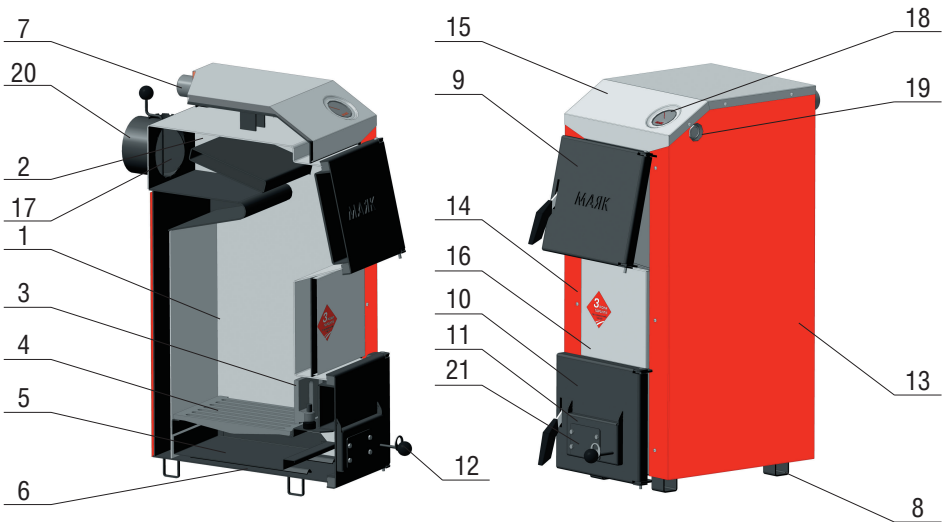

Рисунок 1. Котел опалювальний
Другу кінцівку ланцюжка просунути через отвір зачіпа на заслінці поз.11 (рис.1) та закріпити гачком за ланку ланцюжка. Перевірити можливість вільного руху важіля при повороті ручки управління (рисунок 8).
7.1.2. Коли розпалювальний матеріал розгориться, почати завантаження палива через завантажувальні дверцята. Щоб запобігти спіканню вугілля рекомендується спочатку нагріти воду у котлі до температури приблизно 60°C, використовуючи у якості палива дрова, після чого почати завантаження вугілля. Розмір окремих фракцій вугілля повинен складати не менше 25 мм. Поступово й рівномірно завантажити вугілля в кількості, достатній для утворення шару висотою приблизно 150 мм, після чого завантаження припинити на термін 15-20 хвилин для займання палива. Після завантаження закрити завантажувальні дверцята, заслінку на шурувальних дверцятах відкрити за допомогою ручки регулювання доступу повітря (поз.12, рисунок 1).
7.1.4. Регулювання температури води у котлі проводиться за допомогою шибера (поз.17, рисунок 1) та заслінки (поз.11, рисунок 1). Для збільшення температури необхідно відкрити шибер та заслінку, для зменшення — повністю або частково закрити шибер та заслінку.
При обладнанні котла регулятором тяги Regulus RT3 або Honeywell FR124 регулювання температури води проводиться за допомогою шибера (поз.17, рисунок 1) та регулятора тяги. Для збільшення температури необхідно відкрити шибер та встановити ручку управління регулятора на позначку більш високої температури, для зменшення — повністю або частково закрити шибер та встановити ручку управління регулятора на позначку нижчої температури.
При обладнанні котла електронним регулятором роботи та вентилятором після розпалу котла закрити шурувальні дверцята поз. 10 (рисунок 1), після чого включити регулятор та встановити потрібні настройки згідно з настановою з експлуатації. При роботі котла дверцята повинні бути закриті.
Щоб запобігти викиду полум'я та опікам, забороняється відкривати завантажувальні дверцята (поз. 9, рисунок 1) під час роботи вентилятора!
7.2.1. Для припинення роботи котла повністю закрити заслінку (поз. 11, рисунок 1) та шибер (поз. 17 рисунок 1). При цьому припиняється подача повітря у топку і паливо поступово загасає.
При обладнанні котла електронним регулятором тяги встановити ручку управління регулятора на позначку «0» та повністю закрити шибер (поз.17 рисунок 1).